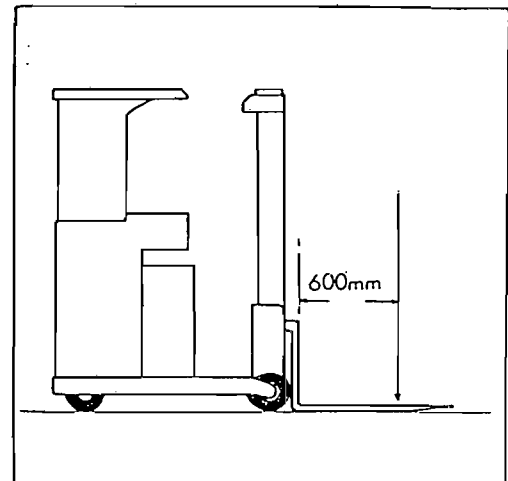

Abb. 1
Fahrzeuge dieser Baureihe werden mit Tragfähigkeiten zwischen 600 kg bis 1200 kg (L...), 600 kg und 800 kg (ERK) geliefert, jeweils bezogen auf einen Lastschwerpunkt (C) von 500 mm (Abb. 1).